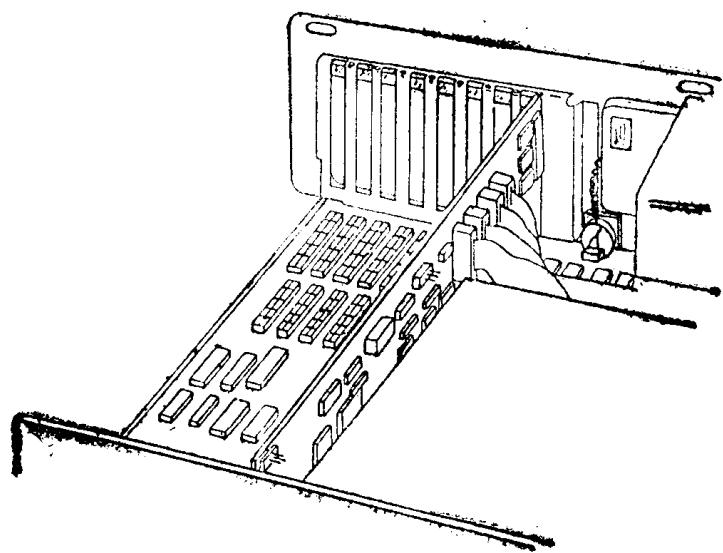

图 3.2-5
4. 重复第2和第3步直到在扩充槽1至6内的适配器全被取出。 (见图3.2-5)